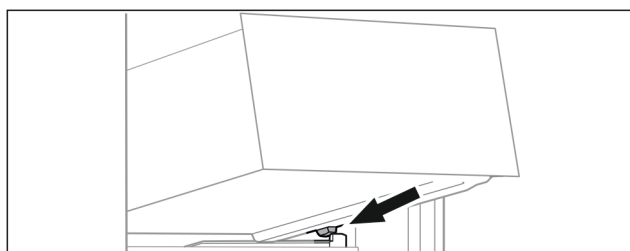

Fig. 22
- ▶ Nasadte zásuvku šikmo za zarážkami na rebro nádoby Fig. 22 ().